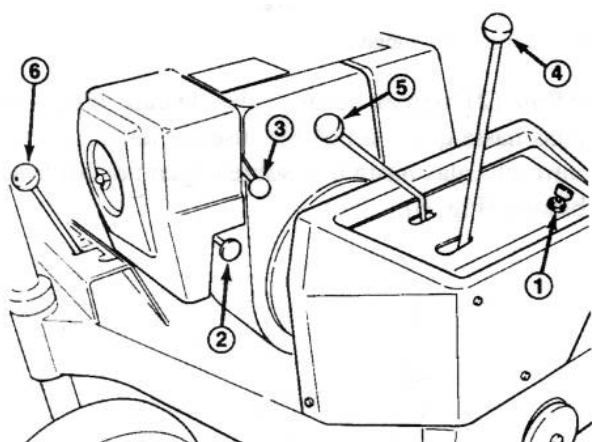

Figure 3
Contact (Fig. 3)—Le commutateur d'allumage, utilisé pour démarrer et arrêter le moteur, offre trois positions: ARRÊT (OFF), MARCHE (ON) et DÉMARRAGE (START). Tourner la clé de contact vers la droite en position DÉMARRAGE pour actionner le démarreur. Quand le moteur démarre, lâcher la clé qui revient automatiquement en position MARCHE. Pour couper le moteur, tourner la clé vers la gauche en position ARRÊT.
Starter (Fig. 3)—Pour démarrer à froid, fermer le volet de starter du carburateur en tirant la manette de starter vers l'extérieur en position fermée (ON). Quand le moteur a démarré, réduire la fermeture du starter pour que le moteur tourne correctement. Dès que possible, rouvrir entièrement le volet de starter du carburateur en poussant la manette vers l'intérieur en position d'ouverture (OFF). Pour démarrer à chaud, il n'est pas nécessaire d'utiliser le starter, ou alors très peu.
Manette des gaz (Fig. 3)—La manette des gaz permet de varier le régime du moteur. Lever la manette vers la position RAPIDE (FAST) pour augmenter le régime ou l'abaisser vers la position LENT (SLOW) pour réduire le régime. La manette des gaz contrôle la vitesse de la tête d'aération, et s'utilise avec l'embrayage de traction pour contrôler la vitesse d'avance de la machine.
Levier d'embrayage de traction (Fig. 3)—Sélectionner la vitesse souhaitée à l'aide du changement de vitesse, puis mettre le levier d'embrayage de traction en position embrayé pour avancer en marche avant ou arrière.
Commande de tête d'aération (Fig. 3)—Relève et abaisse la tête d'aération.
Changement de vitesse (Fig. 3)—La transmission comprend deux vitesses de marche avant, plus le point mort et la marche arrière, disposées en ligne d'arbre. Ne pas changer de vitesse durant la marche, sous peine d'endommager la transmission.